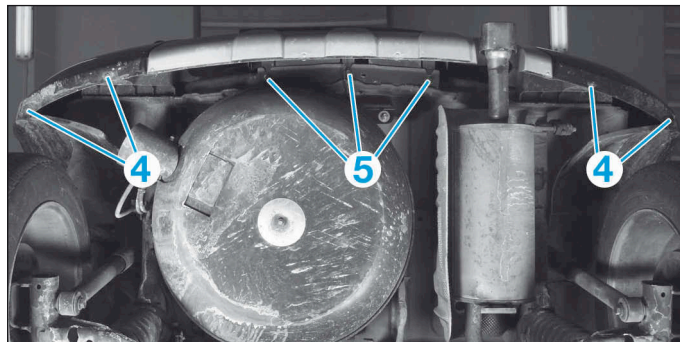

FIG.71
- Sous le véhicule (Fig.71) :
- déposer les vis (4),
- desserrer les vis (5).